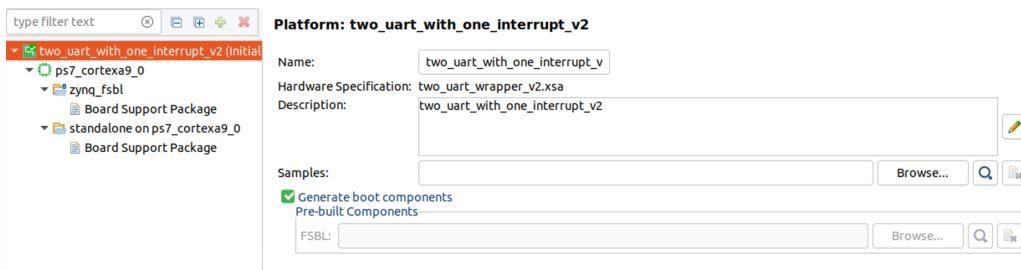

Figura 4.1: Generate boot components
2. Aprire il progetto e assicurarsi che sia spuntata la voce Generate boot components, come in Figura 4.1